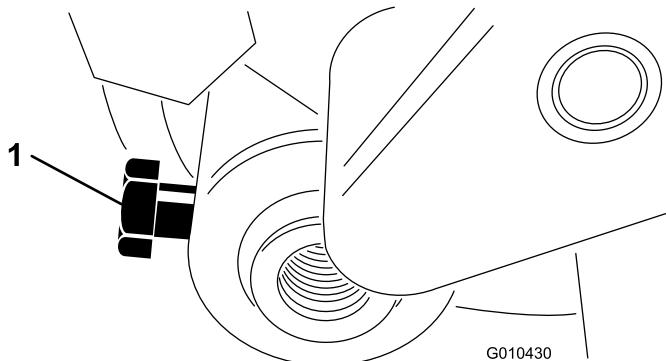

Figure 16
- Insérez l'arbre du rouleau dans le bras de réglage gauche et fixez-le en serrant légèrement un boulon (M6 – 1 x 12 mm), comme montré à la Figure 16.
- Centrez le rouleau entre les bras de réglage et serrez les boulons de fixation (voir Figure 16).